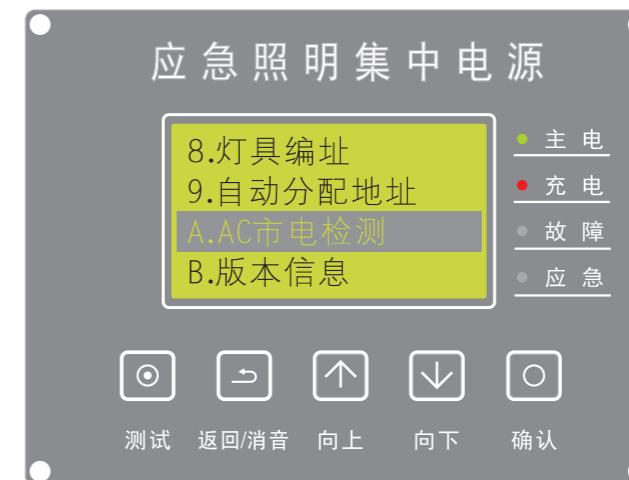

图29
(11)、AC市电检测: 在主屏时, 按【确认】键进入菜单, 按【向上/向下】键选择【AC市电检测】(如图29)按【确认】键进入。